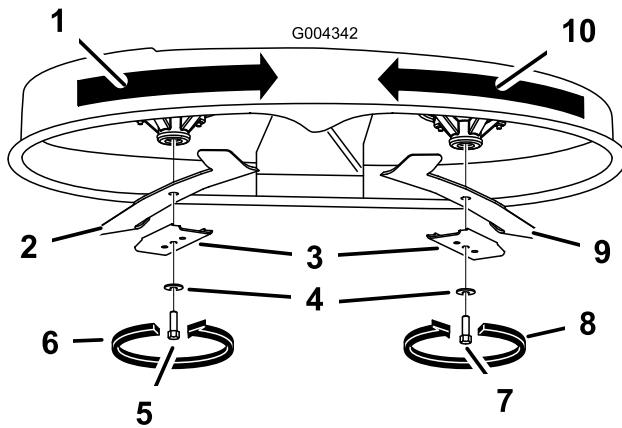

Bild 48
Halten Sie das Ende des Messers mit einem stark wattierten Handschuh oder wickeln Sie einen Lappen um es herum. Entfernen Sie die Messerschraube, Wellenscheibe, Messerverstärkung und das Messer von der Spindelwelle (Bild 48).
1. Setzen Sie das Messer auf die Spindelwelle (Bild 48).
2. Montieren Sie die Messerverstärkung, die Wellenscheibe (Schalenseite zum Messer) und die Messerschraube (Bild 48).